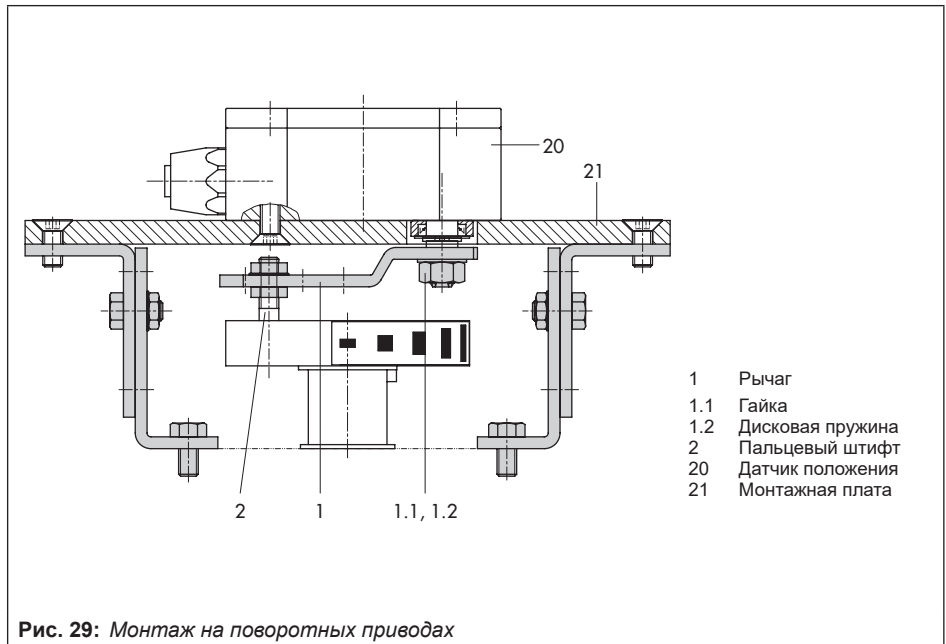

Рис. 29: Монтаж на поворотных приводах
- См. рис. 29
- 1. Установите рычаг (1) на датчике положения в центр и удерживайте. Ослабьте гайку (1.1) и снимите рычаг с дисковой пружиной (1.2) с вала датчика.
- 2. Прикрепите датчик положения (20) к монтажной плате (21).
- 3. Замените установленный на рычаге (1) пальцевый штифт (2) на металлический пальцевый штифт (Ø5 мм) из навесного
Установите датчик на имеющейся резьбе M8 на ребре NAMUR (рис. 29).